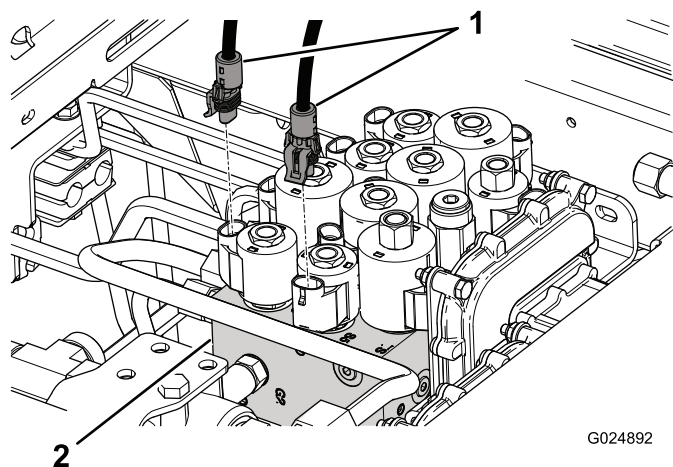

図 9
3. デッキロックハーネスの S5 HARNESS というラベルのついているコネクタを、昇降マニホールドの S5 コネクタに接続する 図 9。
4. 昇降マニホールドについている S6 ソレノイド 図 9 のコネクタを外し、これをデッキロックハーネスの S6 harness というラベルのついているコネクタに接続する。
2. 昇降マニホールドについている S5 ソレノイド 図 9 のコネクタを外し、これをデッキロックハーネスの S5 HARNESS というラベルのついているコネクタに接続する。